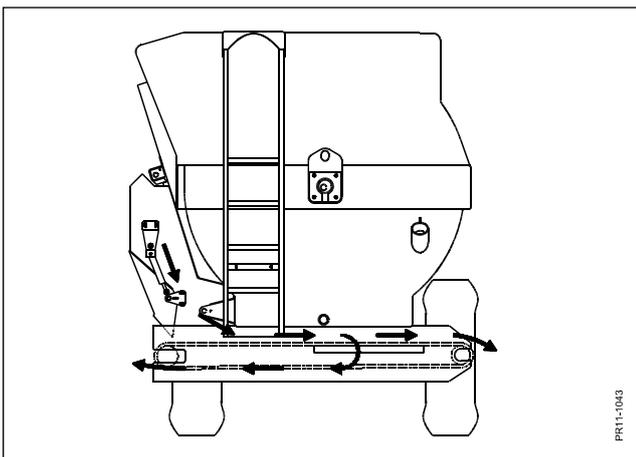

Fig. 5.16
- Fig. 5.16** distribution des 2 côtés en même temps.